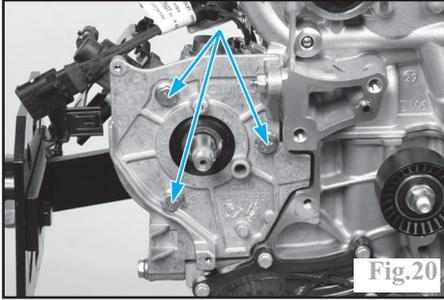

Fig.20
Déposer les 3 fixations avant (Fig.20), avec le support arrière (3) (Fig.19) de la pompe puis la dégager.